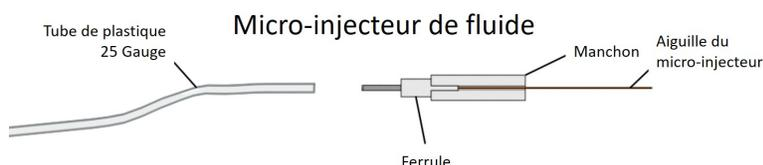

Figure 3.1 – Injecteur de fluide OmFC
1. Connecter l'entrée en acier inoxydable de l'injecteur de fluide (entrée de fluide) au tube en polyéthylène (Fig. 3.1).